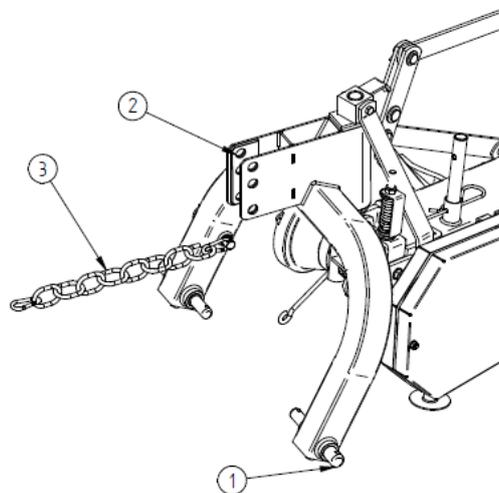

Abbildung 6: Anschluss - Montage des Mähwerks
1. (Abb.6 Pos.1) Die unteren Zugstangen auf die Bolzen des Hauptträgers anbringen (zuerst die linke Seite, dann die rechte Seite) und mit den Stiften verriegeln.
2. Verbinden des Oberlenker mit dem Turm (Abb.6 Pos.2) durch einstecken des Bolzens. Bolzen mit Splint sichern.